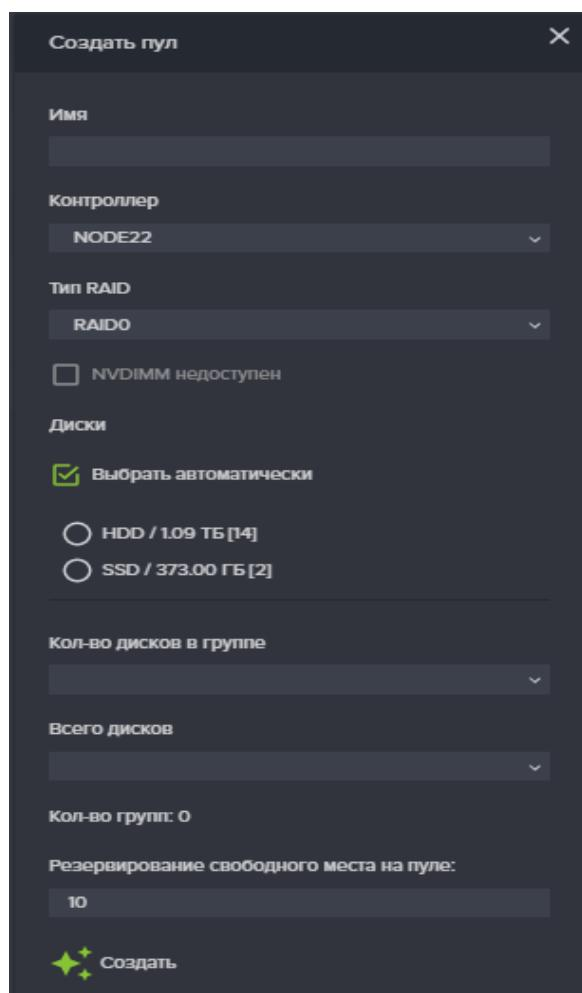

Рисунок 55. Настройки автоматически создаваемого пула.
6. Выберите пункт «**Выбрать автоматически**». При этом окно создания пула примет вид как на Рисунок 55;